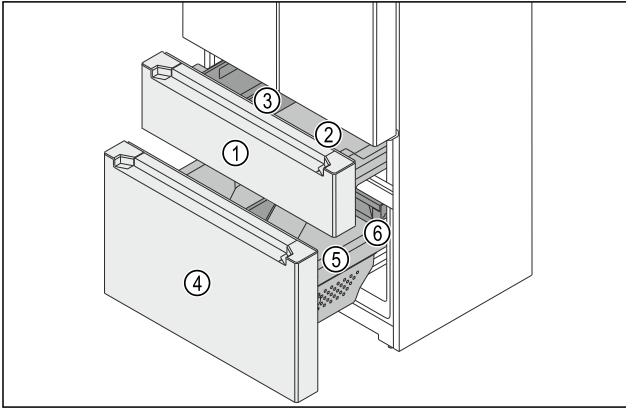

Fig. 147 Auszugswagen Gefrierteil
Das Gefrierteil besteht aus zwei Auszugswagen. Im oberen Auszugswagen Fig. 147 (1) sind ein Behälter Fig. 147 (2) und eine FlexBox Fig. 147 (3). Im unteren Auszugswagen Fig. 147 (4) sind ein großer Behälter Fig. 147 (5) und ein Schubfach Fig. 147 (6). Sie können die Behälter im oberen und unteren Auszugswagen zur Reinigung entnehmen.